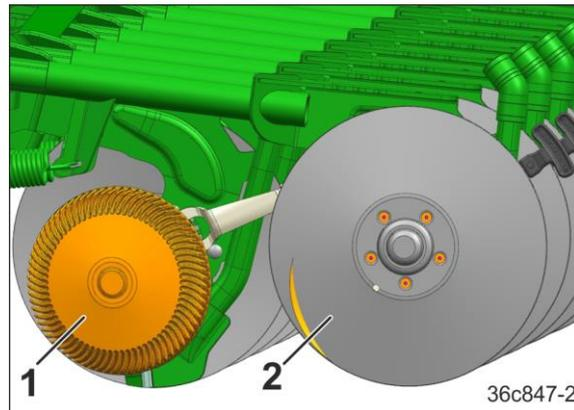

Fig. 129
Das Control-Schar RoTeC pro (Fig. 129) dient zur Saatgutablage auf gepflügten Böden oder Mulch, auch auf Böden mit großen Strohmenngen und Pflanzenresten.
Durch die Abstützung des Schar auf der Tiefenführungsscheibe/rolle (Fig. 129/1) und dem hohen Schardruck läuft das Schar besonders ruhig und hält die Saatablagentiefe exakt ein.
- zur Reinigung der Rückseite der Stahlscheibe (Fig. 129/2).